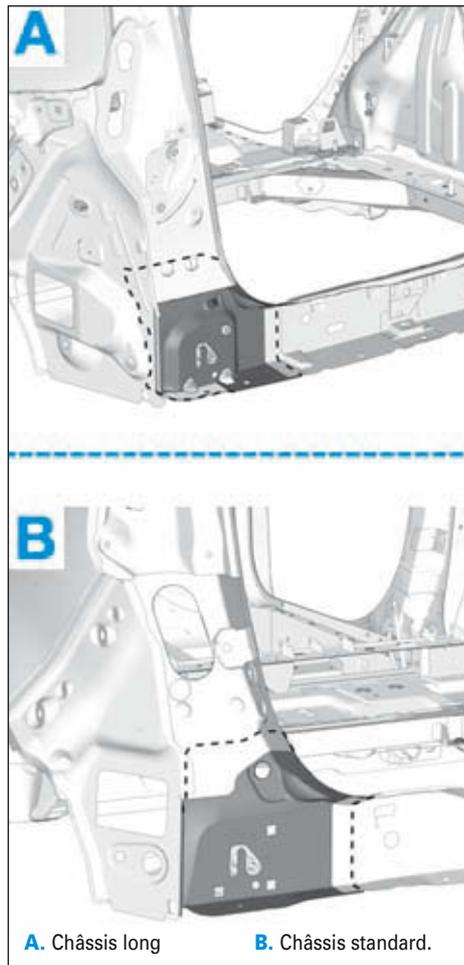

FIG.174
- Respecter les lignes de coupe (Fig.174).